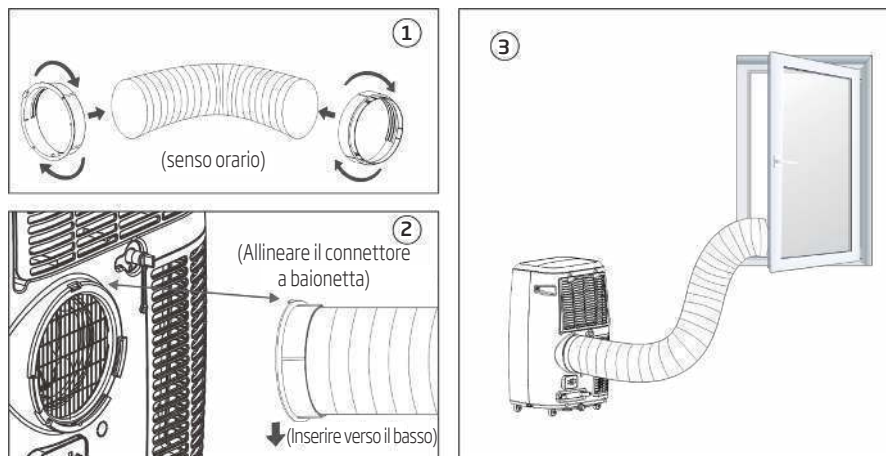

Fig. 9
2. Inserire la clip di fissaggio quadrata nelle aperture sul retro del condizionatore (consultare la Fig. 9).